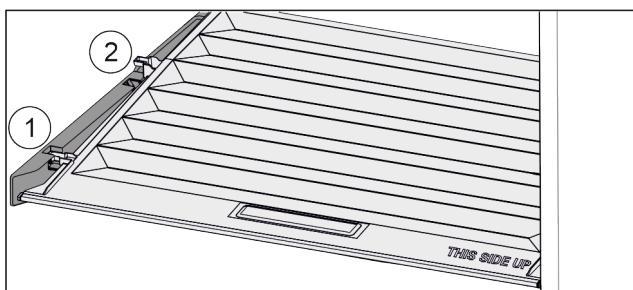

Fig. 41
- Издърпайте напред Fig. 41 (1) капака до отвора в задържащите части.
- Повдигнете го отзад отдолу и отстраниете Fig. 41 (2) нагоре.